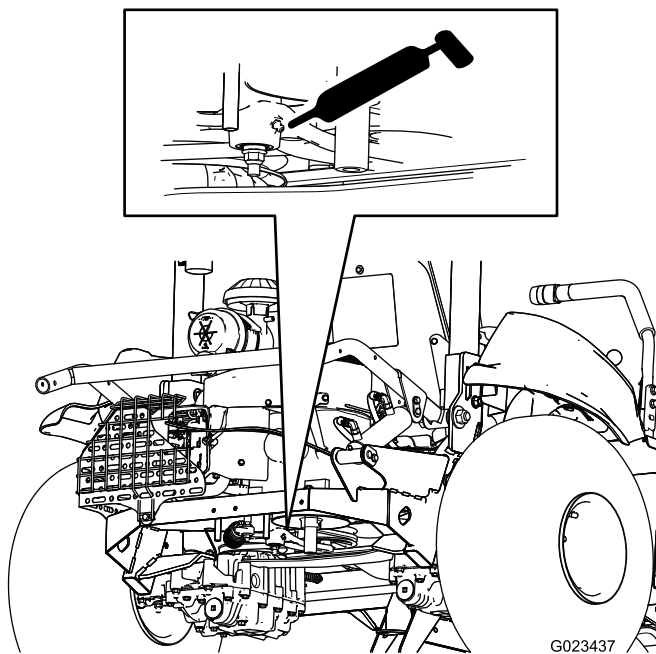

Figura 36
- Tirante della cinghia (1) – Figura 36